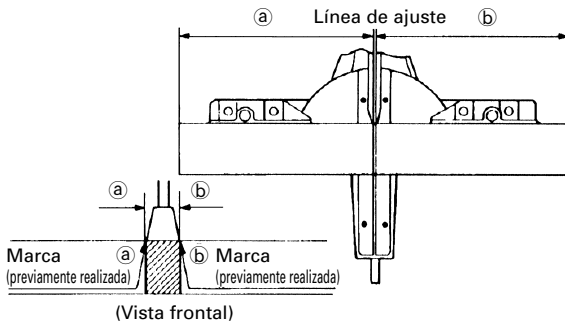

Fig. 25
- (1) Como se muestra en la Fig. 25, la anchura de la hoja de sierra es la de corte. Por lo tanto, deslice la pieza de trabajo hacia la derecha (vista desde la posición del operador) cuando desee la longitud **b**, o hacia la izquierda cuando desee la longitud **a**.